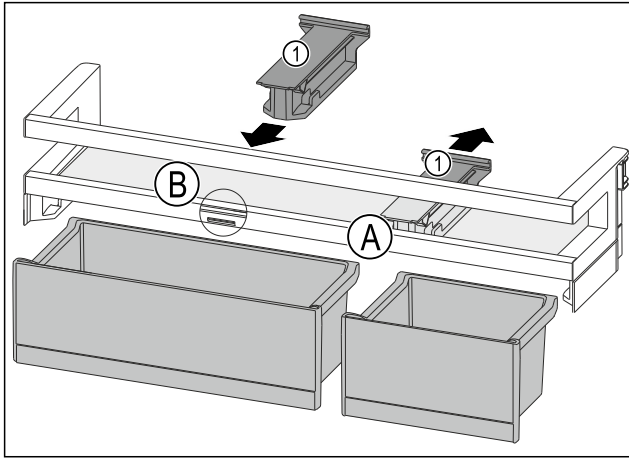

Fig. 87
- ▶ Кріпильний елемент Fig. 87 (1) у положенні Fig. 87 (A) витягніть рухом донизу.
- ▶ Кріпильний елемент Fig. 87 (1) вставте у положення Fig. 87 (B).